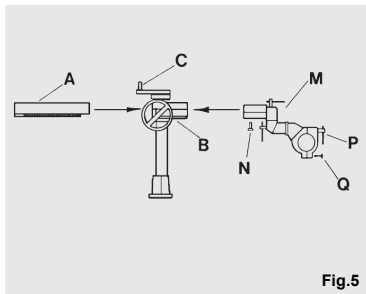

Fig.5
Når holderen er blevet fastgjort til bænken, er der kun tilbage at montere fremdriftsmaskinen ved hjælp af den respektive manchete (M) (se Fig.5), der er monteret i holderens ende.